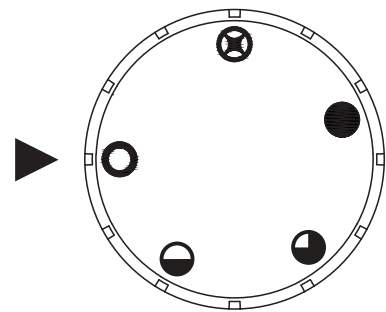
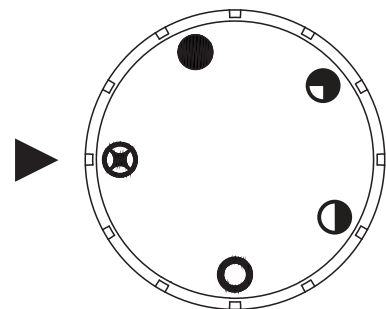

Fig. 22a
Fig. 23a
3. Presione la perilla de control suavemente y gírela ↷ hacia la derecha a la posición "OFF" ○ (Ver Fig. 22a)
4. Espere cinco (5) minutos para que se vacíe todo el gas. Luego huelo en busca de gas, incluyendo cerca del piso. Si huele gas, ¡ALTO! Siga "B" en la información de seguridad anterior. Si no huele a gas, vaya al siguiente paso.
5. Presione la perilla de control suavemente y gírela ↶ hacia la izquierda a la posición "PILOT" ⊗. (Ver Fig. 23a) Oprima la perilla de control.